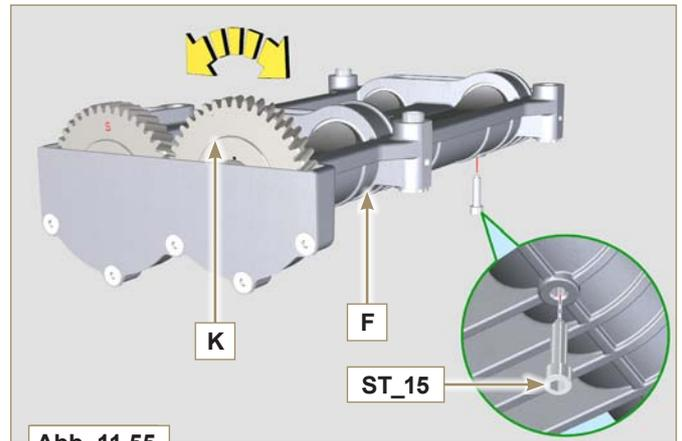

Abb. 11.55
- Kontrollieren, dass sich die Feststellschraube **ST\_15** (Fig. 11.55) nicht am Punkt **X** auf dem Gehäuse **F** befindet.